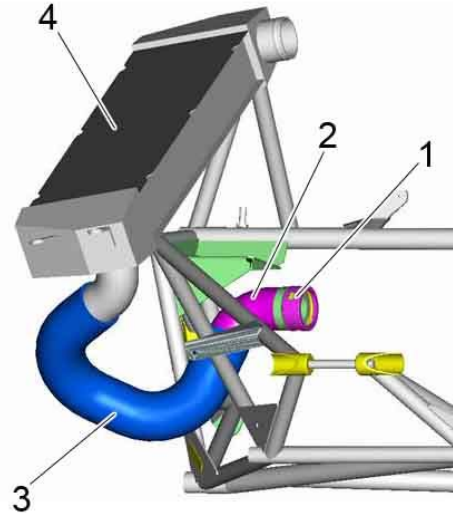

Bild 1 / Figure 1
1. Die Schlauchklemmen des Lufteinlassschlauches am Ladeluftkühlereinlass und am Druckrohr des Turboladers lösen. Siehe Bild 1.
1. *Detach the clamps of the air inlet hose at the turbocharger pressure pipe and at the intercooler inlet. Refer to fig. 1.*